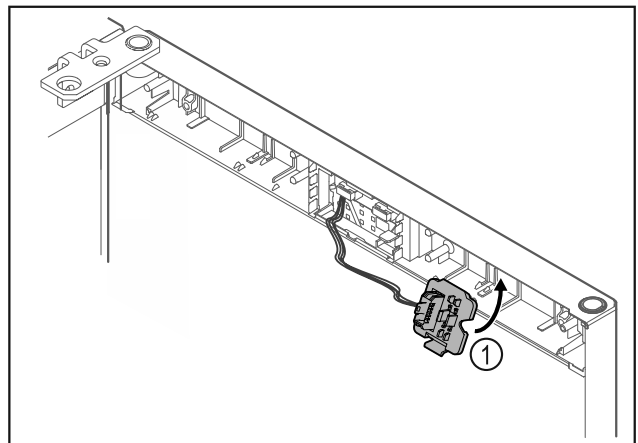

Fig. 22
- Encajar el soporte del conector Fig. 22 (1) en el lado contrario.